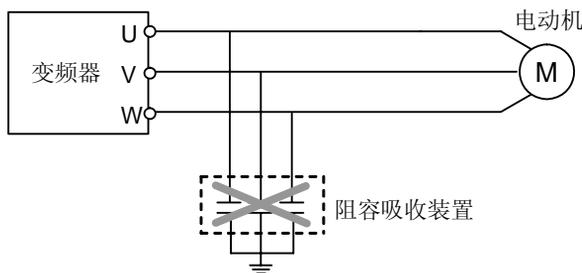

图 4-1 输出端禁止连接阻容吸收装置
- 变频器 U、V、W 输出端不可加装吸收电容或其它阻容吸收装置，如图 4-1 所示。